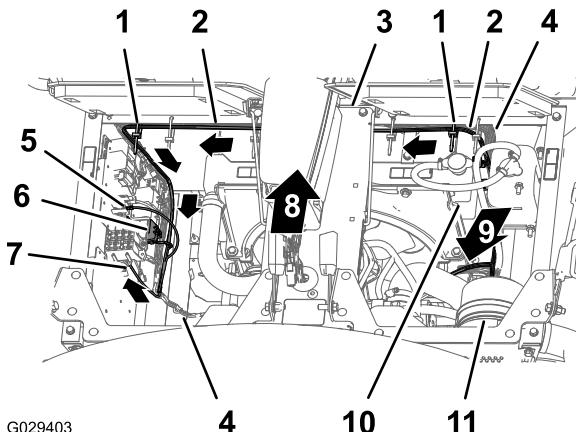

Figura 194
- Enrute la rama del compartimiento del motor de 197 cm del arnés de cables hacia abajo por el lateral izquierdo del radiador y por la parte inferior del panel eléctrico (Figura 194).
- Sujete el arnés de cables del kit de acabado al arnés de cables de la máquina con 2 bridales, como se muestra en la Figura 194.